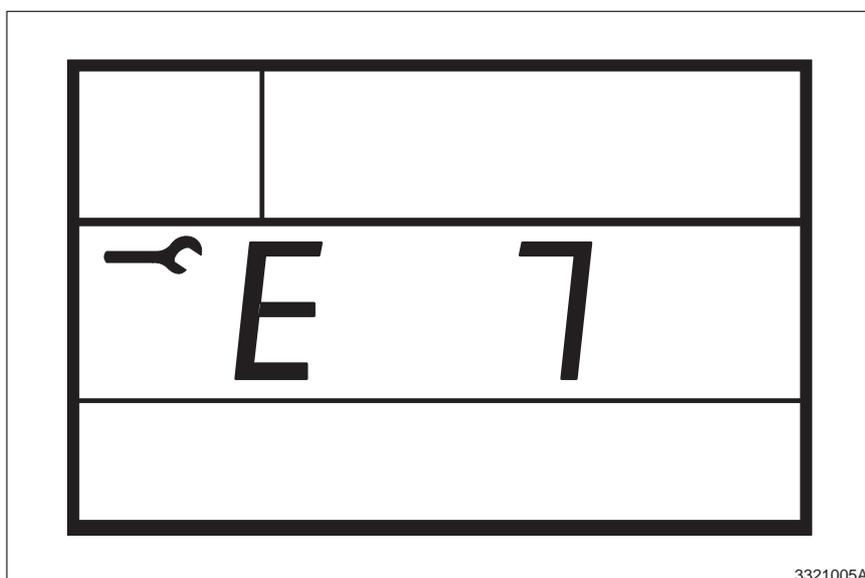

Abb. 5-2 Anzeige der Diagnosefunktion
2. Siehe Abbildung 5-2. In der Digitalanzeige erscheint ein Schraubenschlüssel als Zeichen, daß die Diagnosefunktion aktiviert ist.